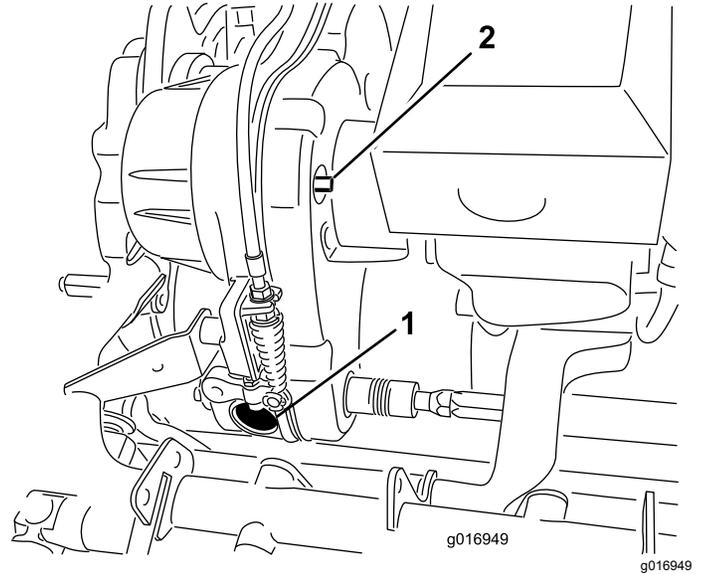

図 46
トランスミッションの正面についているゴム製のプラグ 図 46を外すと、クラッチを確認することができます。
トランスミッションのベルトはスプリング付きのアイドルプーリで張りをしています。ベルトの張りをなくしたい場合には、3/8" のレンチで入切シャフト 図 46 を適当な位置まで回してください。シャフトを右に 1/4 回転 90° させるとアイドルがベルトから外れてきます 図 47。
**注** トランスミッションの正面についているゴム製のプラグ 図 46 を外すと、クラッチを確認することができます。